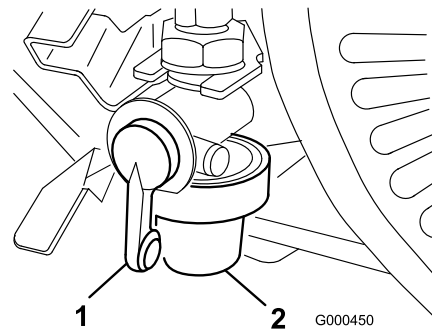

Bild 26
1. Schließen Sie den Kraftstoffhahn und schrauben Sie die Glocke vom Filter ab (Bild 26).